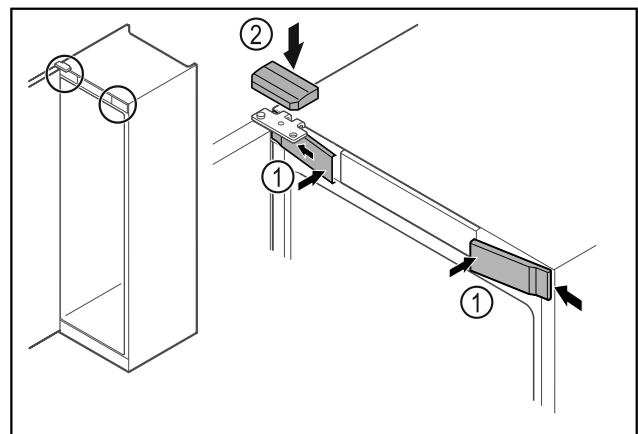

Fig. 47 \*
- ▶ Przednie osłonki Fig. 47 (1) założyć z boku i zacześcić.\*
- ▶ Górną osłonkę Fig. 47 (2) zacześcić od góry.\*